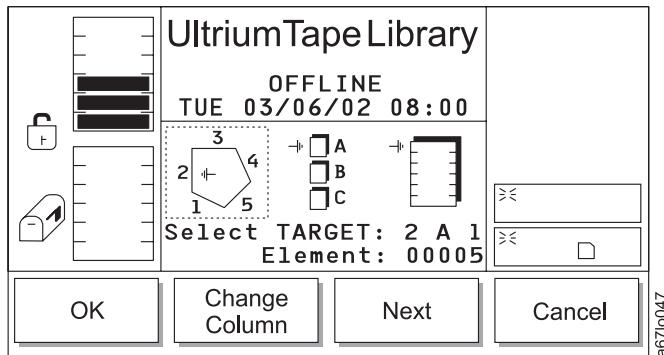

Abbildung 114. Dialog für Greifarmpositionierung
- Wird **Position Picker** ausgewählt, erscheint der Dialog für Greifarmpositionierung (siehe Abb. 114 auf Seite 134).
Tabelle 63. Übersetzung von Abb. 114, Dialog für Greifarmpositionierung
- Wird **Next** ausgewählt, ändert sich der aktuelle Quellenparameter (wie im Dialog für Greifarmpositionierung in Abb. 114 auf Seite 134 dargestellt) von einem Ablagefach in eine Säule.